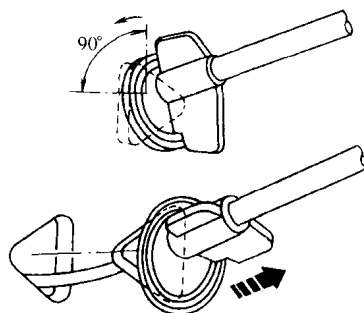

图 1-26 拉出节气门拉索定位件
9) 如图 1-26 所示，将节气门拉索定位件按逆时针转动约 90°，然后按箭头方向将其从压力舱的车身前板上拉出。